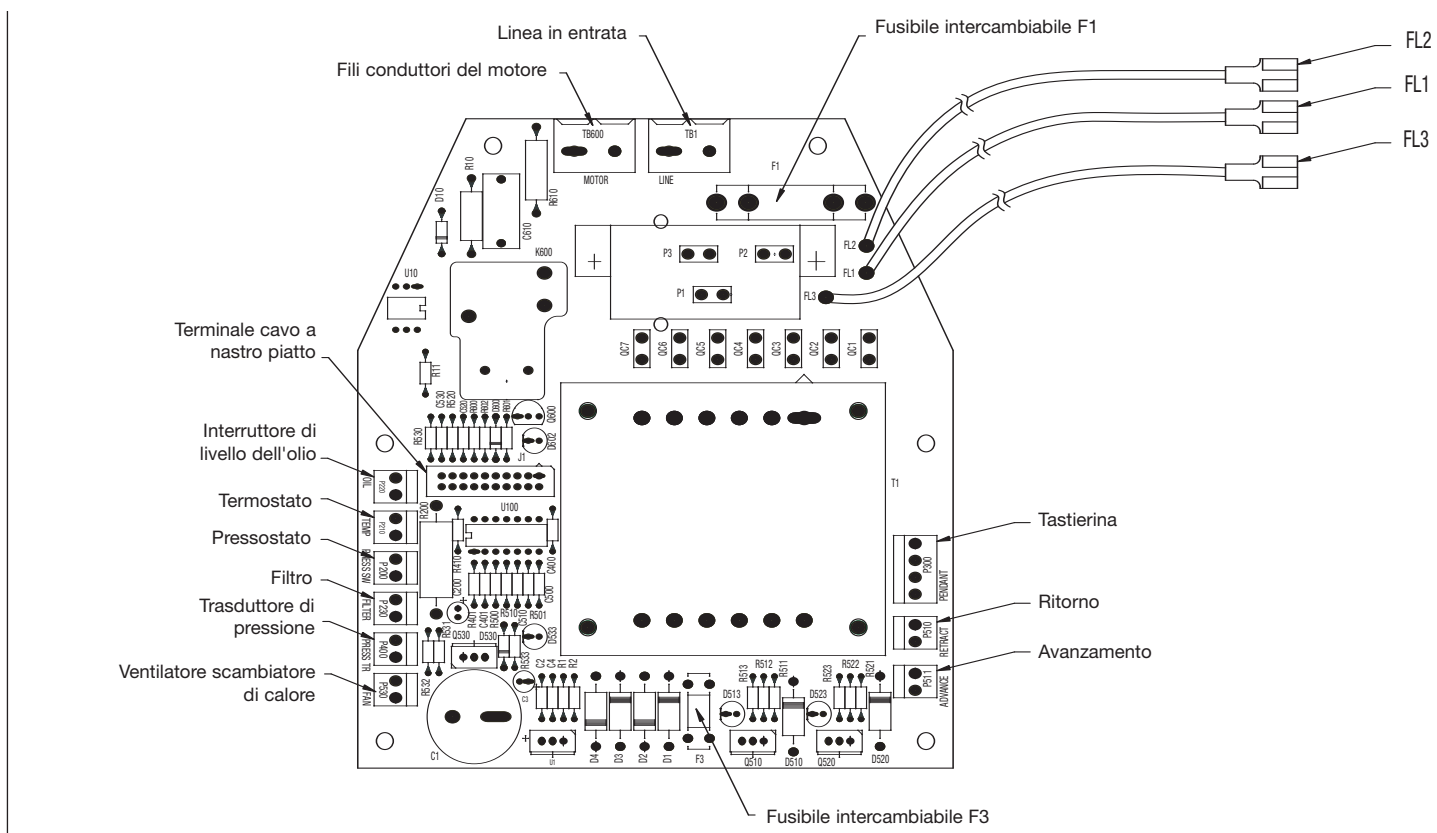

Fig. 9, Configurazione pannello alimentazione elettrica
Il trasduttore di pressione, lo scambiatore di calore, il pressostato, la tastierina e l'interruttore a pedale, le valvole a solenoide (A) e (B) sono forniti con connettori che si collegano alle corrispondenti prese sul pannello dell'alimentazione elettrica (Fig. 9). Per ulteriori informazioni ed istruzioni sugli accessori vedere i seguenti collegamenti web.